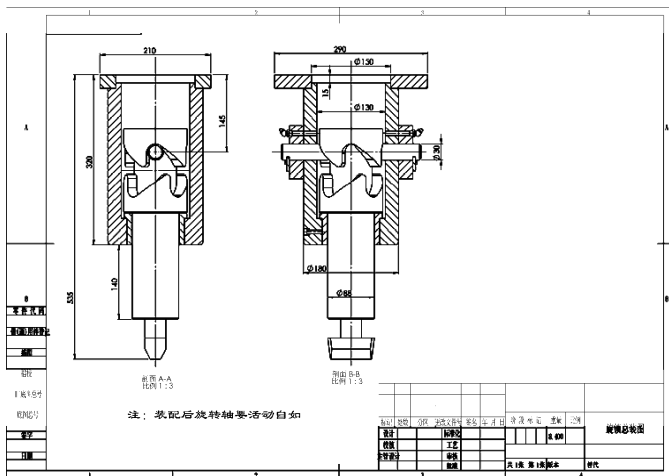

图 7-125 标注尺寸
STEP 8 将两个剖面视图移动到合适位置,单击“注释”工具栏中的“智能尺寸”按钮和“注释”按钮等,为视图添加尺寸标注、备注和图样名称等,如图 7-125 所示。